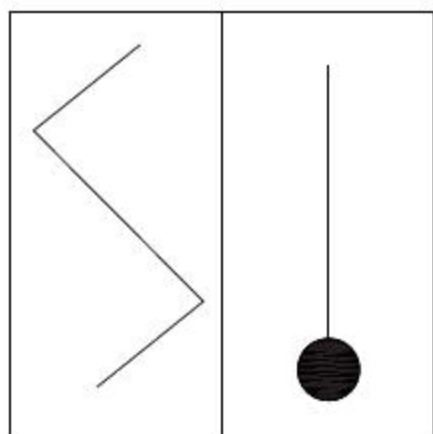

图8-135 绘制多段线
**06** 调用PL【多段线】命令，设置线宽为0，绘制如图8-135所示的多段线。